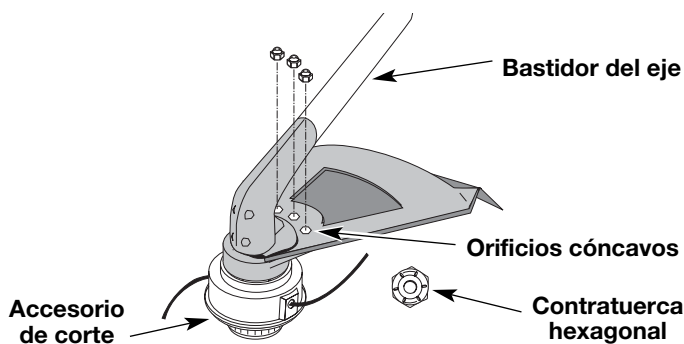

Fig. 4
2. Coloque uno de los tres (3) provistos contratuercas hexagonal en uno de los tres orificios cóncavos de la parte superior del protector accesorio de corte (Fig. 4).